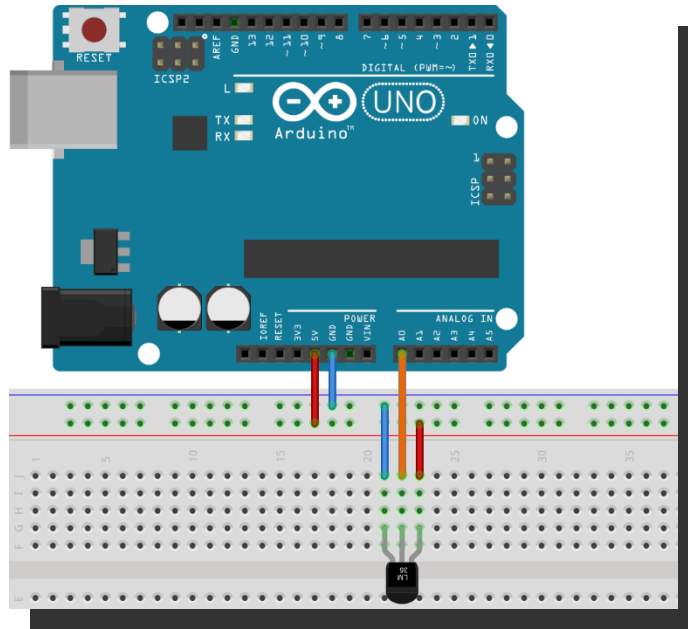

Figura 5. Diagrama de conexiones simbólico de un sensor de temperatura al Arduino.
3. Conecte el sensor de temperatura TMP36 a una entrada analógica de la tarjeta Arduino, como se muestra en la figura 5. Envíe los valores sensados por el puerto serial mostrándolos en el IDE del Arduino.